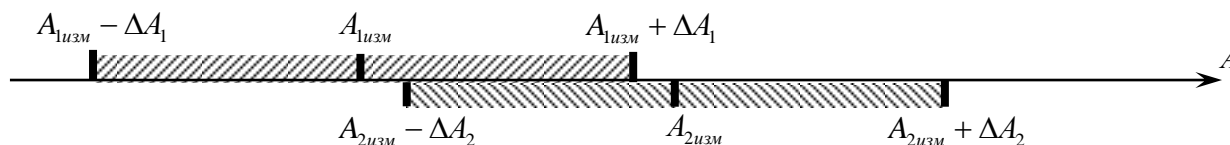

Рис. 2
3). Сравнить полученные интервалы значений на числовой оси: если полученные интервалы не перекрываются, то результаты считать не одинаковыми; если перекрываются (в нашем случае это интервал от  $A_{2изм} - \Delta A_2$  до  $A_{1изм} + \Delta A_1$ ) одинаковыми (рис. 2):